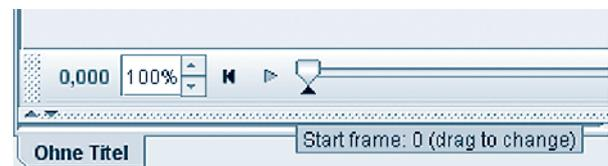

Bild 2
- um den Nullpunkt der Zeit auf das Bild des Films zu setzen, bei dem der Körper losgelassen wird (Bild 2: das schwarze Dreieck unter der Zeitleiste verschieben).